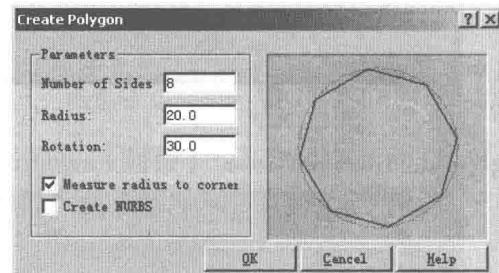

图 1-12
(11) 多边形功能的改进，选 Polygon (多边形)，打开 Create Polygon (创建多边形) 对话框，如图 1-12 所示，可改变对话框参数，得到不同多边形。